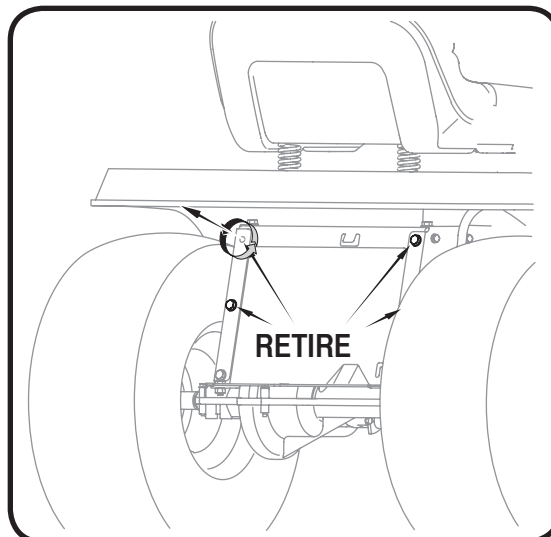

Figura 7
1. Retire los cuatro tornillos autoroscantes de la parte posterior del tractor cortacésped. Vea la Figura 7 en la página anterior.